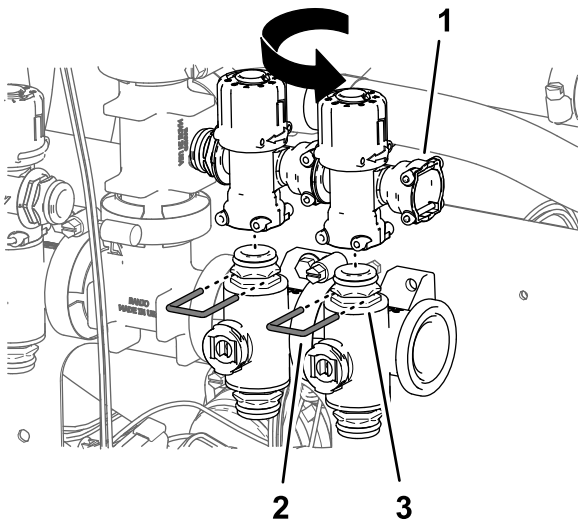

Bild 103
8. Wiederholen Sie die Schritte 5 bis 7 für die Sicherheitsventile des Düsenventils 6 und Düsenventils 7 (Bild 103).